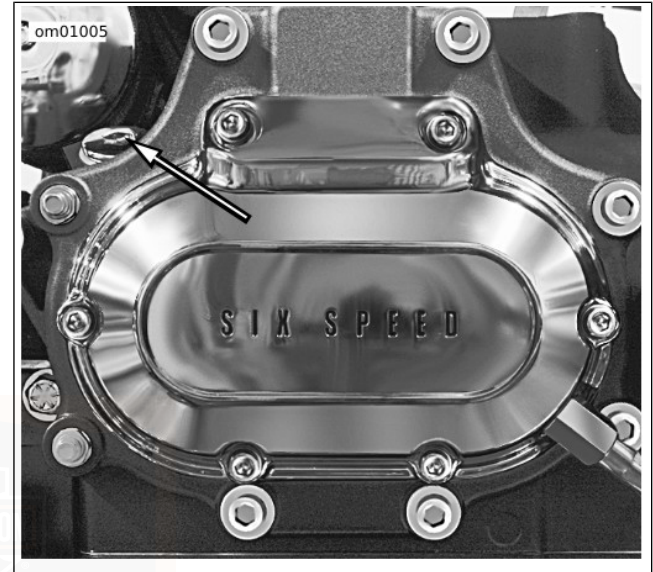

Figure 32. Bouchon de remplissage/jauge de la transmission
2. Voir la Figure 32. Retirer le bouchon de remplissage/jauge fileté en le faisant tourner dans le sens antihoraire.
1. Voir la Figure 32. Retirer le bouchon de remplissage/jauge de la transmission.